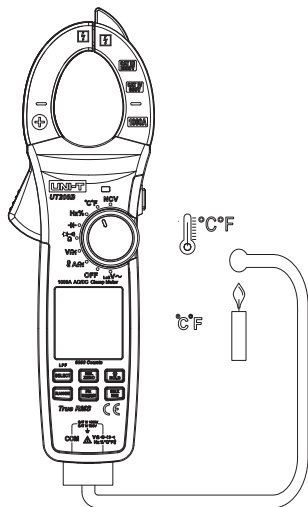

Рис. 12
12. Измерение температуры (Рис. 12)
- 2) Подключите к прибору термодатчик типа K (см. Рис. 12).